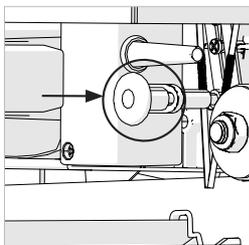

Fig. 17
- Abaissez la tête de coupe à sa position basse tout en saisissant le carter de protection de lame. Poussez la tige de blocage de tête de coupe dans son trou. **(Fig. 17)**